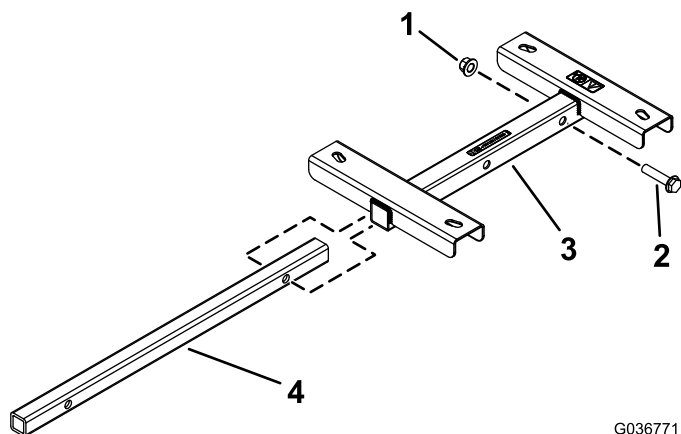

Рисунок 1
1. Вставьте монтажную трубу в крепление шлангового барабана, совместив отверстия в монтажной трубе с самыми дальними отверстиями в креплении шлангового барабана (Рисунок 1).
2. Закрепите монтажную трубу на креплении шлангового барабана с помощью винта с шестигранной головкой (1/2 x 2-1/4 дюйма) и контргайки (1/2 дюйма), как показано на Рисунок 1.
2. Присоедините монтажную трубу к креплению шлангового барабана с помощью винта с шестигранной головкой (1/2 x 2-1/4 дюйма) и контргайки (1/2 дюйма), как показано на Рисунок 1.